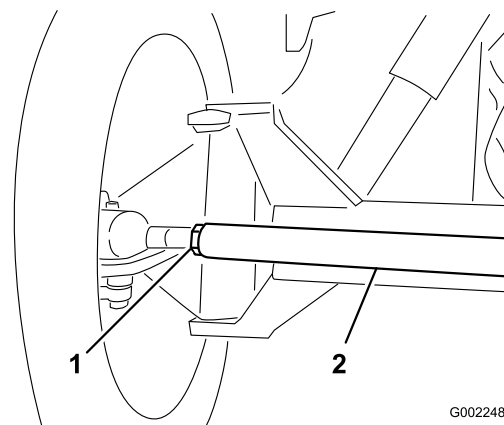

图 89
3. 如果测量值超出规定的范围、请松开横拉杆两端的锁紧螺母图 89。